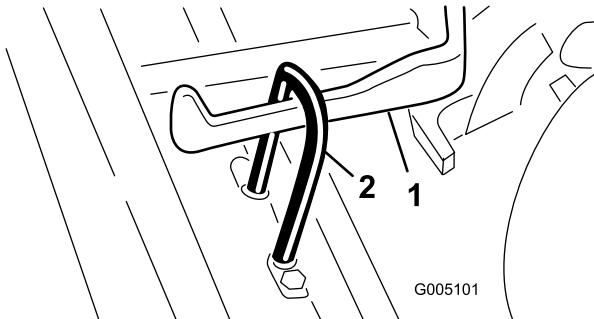

Figure 12
3. Poussez le plateau de coupe sous le bâti de traction en accrochant le galet de relevage au bras de relevage (Figure 12).